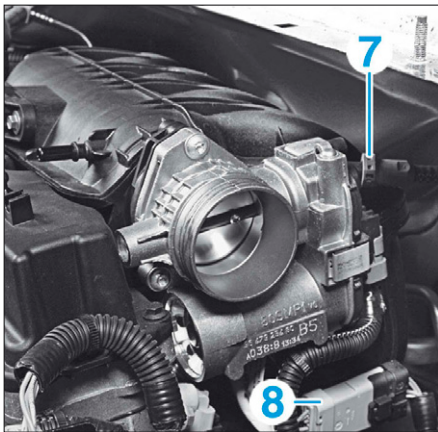

FIG. 17
- Désaccoupler le tube de dépression (7) de l'amplificateur de freinage (Fig.17).
- Débrancher le connecteur (8) du boîtier papillon.